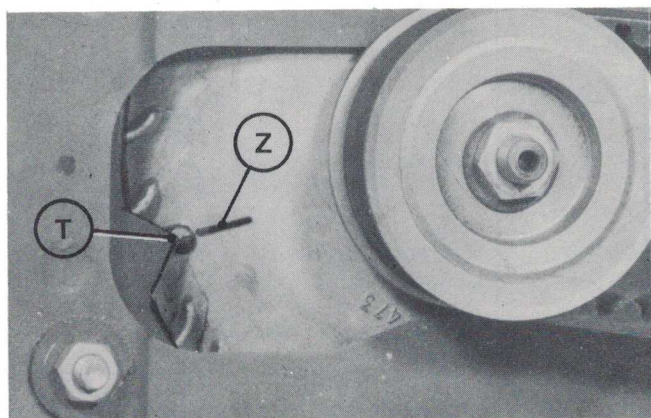

Fig. 66
2) - La corretta fasatura del motore è garantita quando la traccia «Z» (fig. 66), risulta allineato, o discostato di  $\pm 1^{\circ},30$ , rispetto alla corrispondente traccia «T» ricavata sul coperchio chiocciola. Qualora non si verificassero queste condizioni o comunque, si notassero — alla luce stroboscopica — instabilità dell'immagine, in ambedue i casi procedere ai necessari controlli ed eventuali sostituzioni come descritto alle pagg. 7-8.